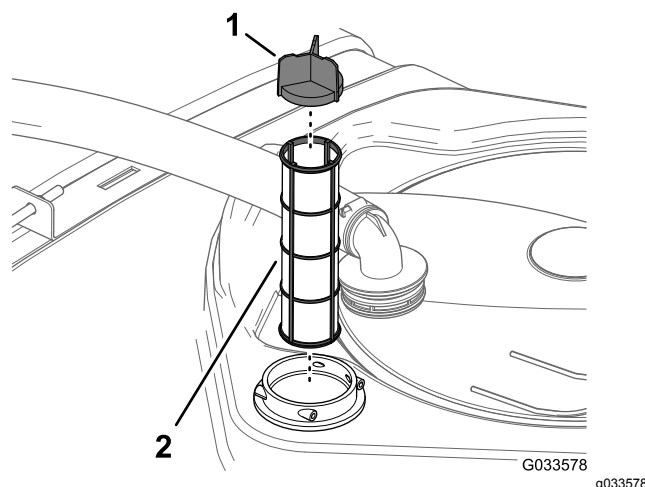

図 21
4. フィルタハウジングタンク内部からストレーナを取り出す 図 21。